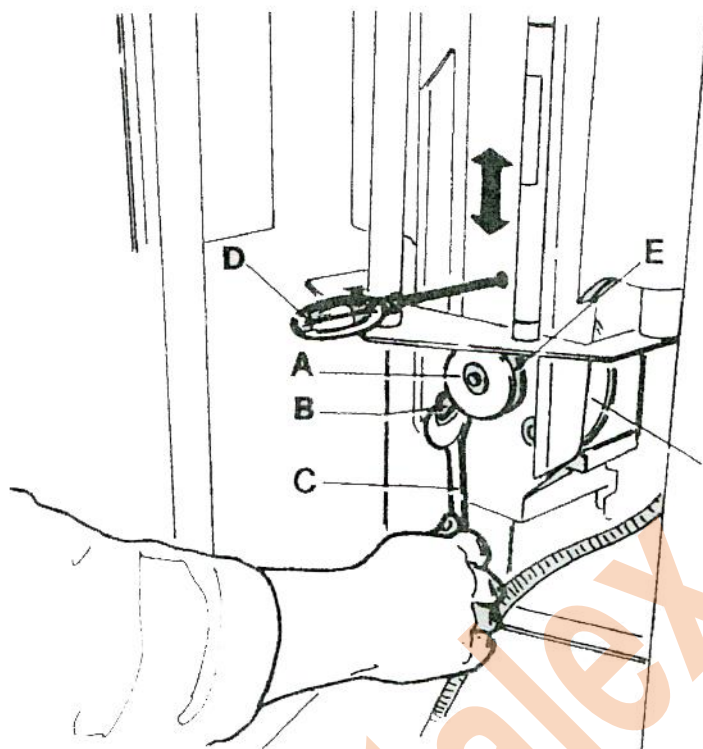

Рис. 14
5.9 Регулировка и замена ремня (Рис. 14)